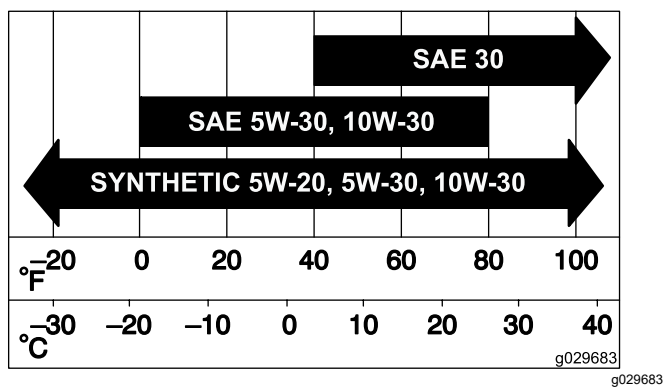

Figure 43
2. Introduisez le filtre dans son boîtier avec précaution (Figure 43).
3. Remettez en place et verrouillez le couvercle du filtre à air (Figure 43).